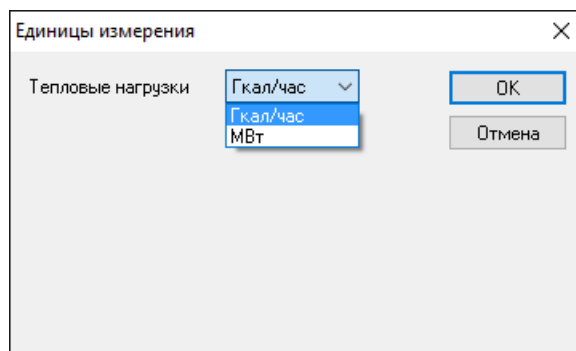

Рисунок 9.15. Окно переключения единиц измерения.
3. Откройте вкладку Сервис диалога ZuluThermo и нажмите кнопку Единицы измерения. Откроется диалог выбора единиц измерения (смотрите Рисунок 9.15, «Окно переключения единиц измерения.»);